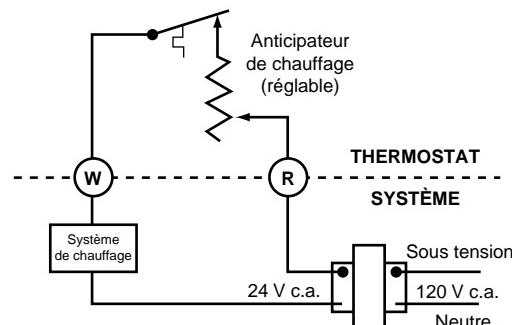

Figure 2. Schéma de câblage typique
- Faites passer les fils dans l'ouverture au centre du thermostat et raccordez les fils sur les bornes à vis (figures 2 et 3).